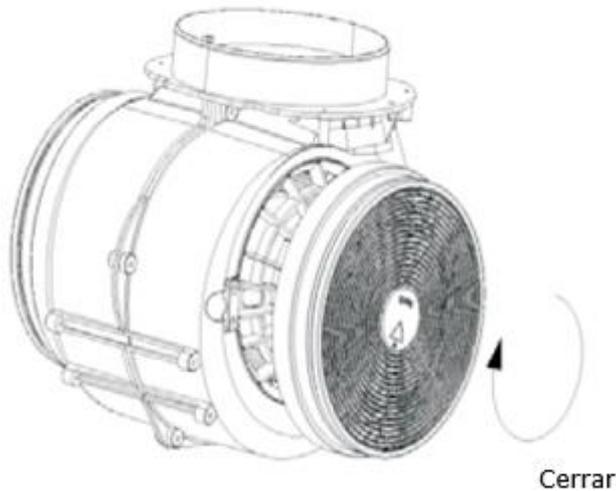

Fig. 9
- Inserte los filtros de carbón activado en ambos lados como se muestra en la Fig.9 y gírelos en sentido contrario a las agujas del reloj.